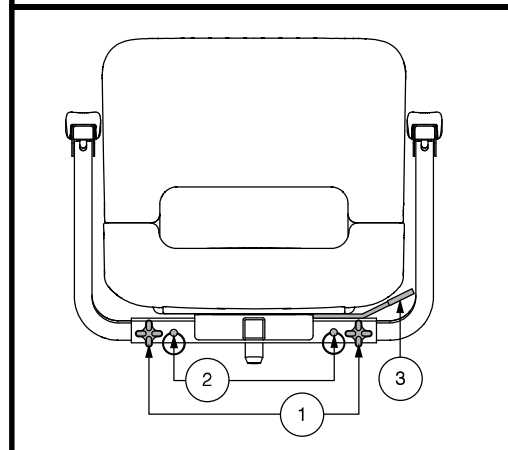

Figura 19. Regolazioni del sedile - Stile A
1. Allentare le manopole di regolazione del bracciolo. Vedere figura 19.
1. Spingere in avanti la leva sblocco sedile per liberarlo. **Vedere figura 19 o 20.**